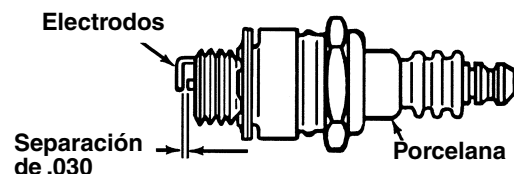

Figura 20
- Limpia la bujía y reajuste la separación .030" una vez por temporada por lo menos o cada 50 horas de operación. Se recomienda el reemplazo de la bujía al comienzo de cada temporada. Refiérase a la lista de piezas del motor para el tipo correcto de bujía. Vea la figura 20.